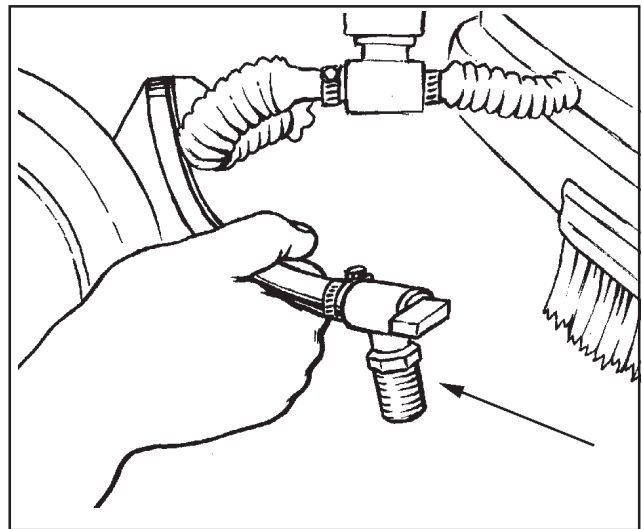

Figure 11
4. Pour vidanger le compartiment des batteries : (voir figure 11)